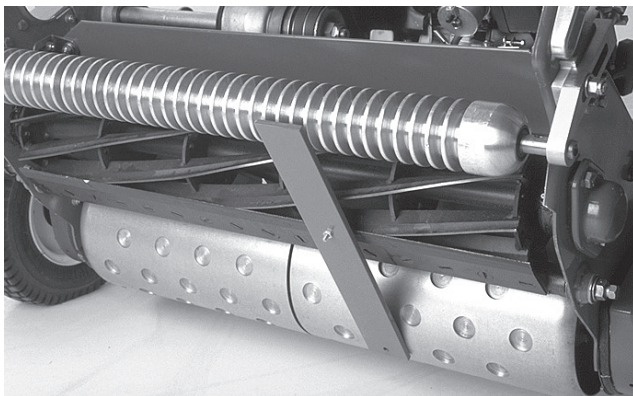

図15
4. ゲージバーのネジ頭を下刃の先端に引っ掛け、バーの後端を後ローラに当てがう (図15)。